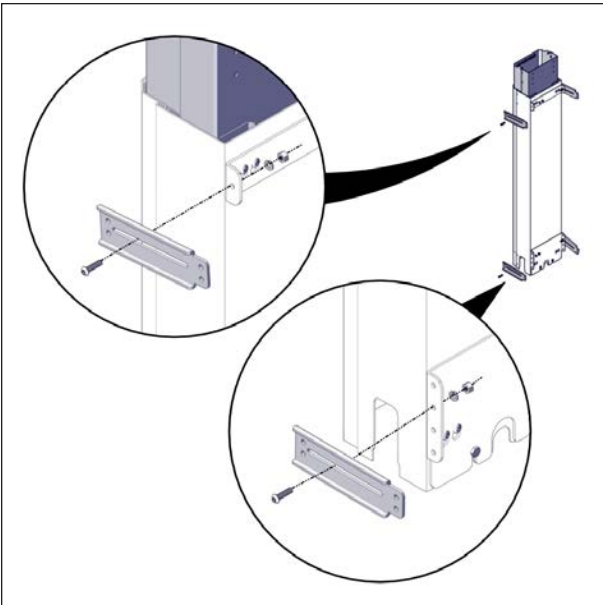

FIGURE 63: INSTALLATION DES BRAS SUR UN DES MANCHONS
3. Installer les bras supérieurs et inférieurs des supports de montage du spa sur un des manchons, voir Figure 63.